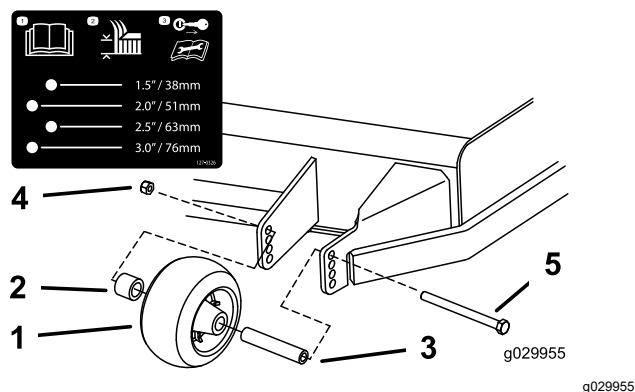
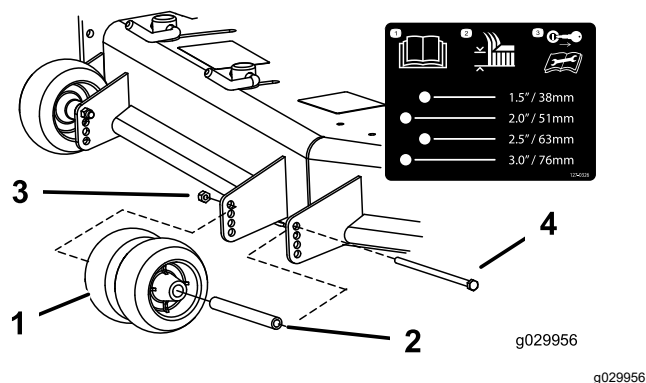
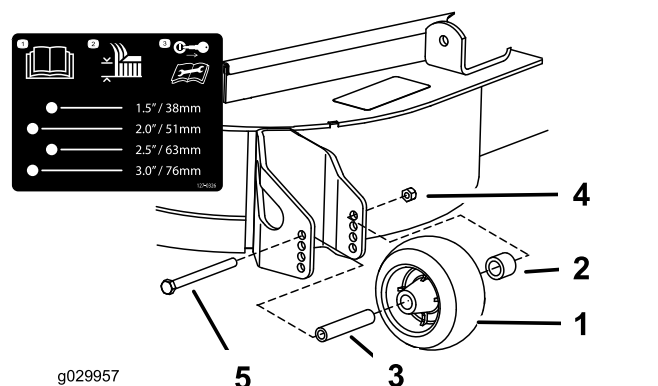

Figura 31
Figura 32
Figura 33
3. Regolate i rulli antistrappo come illustrato in Figura 31, Figura 32 e Figura 33.